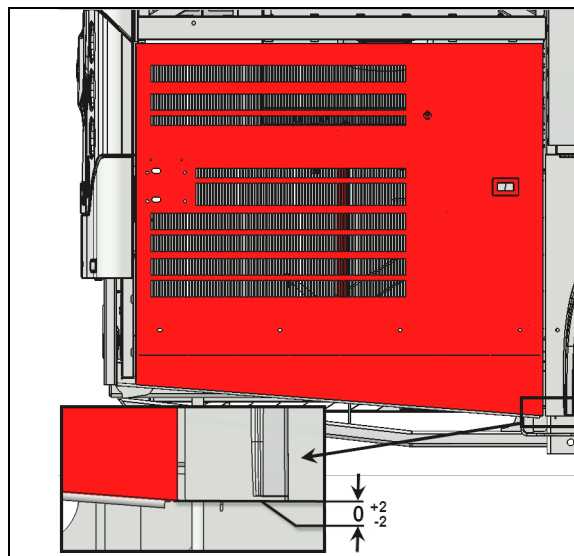

FIGURE 114:
- S'assurer que les boulons A sont serrés (Figure 114:).